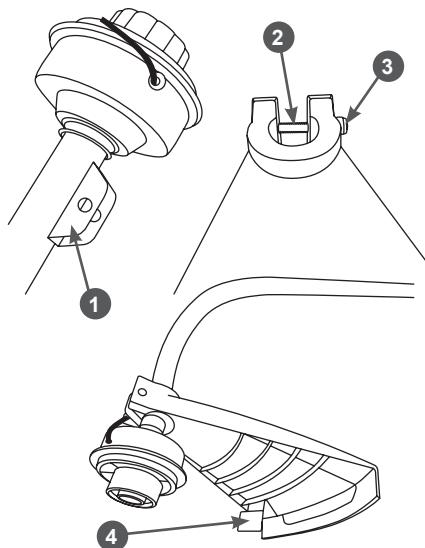

Рис. 3. Установка защитного кожуха
2. Для установки защитного кожуха, снимите с него болт 2 (Рис. 3). Установите на нижнюю штангу защитный кожух и закрепите его с помощью болта 2 и гайки 3 на кронштейне 1 (Рис. 3).
- Проверить исправность защитного кожуха триммерной головки. Снять защитный чехол 4 ножа для обрезки корда (Рис. 3). Проверить отсутствие повреждений и остроту заточки ножа для обрезки корда, установленного на защитном кожухе. При необходимости заточить.